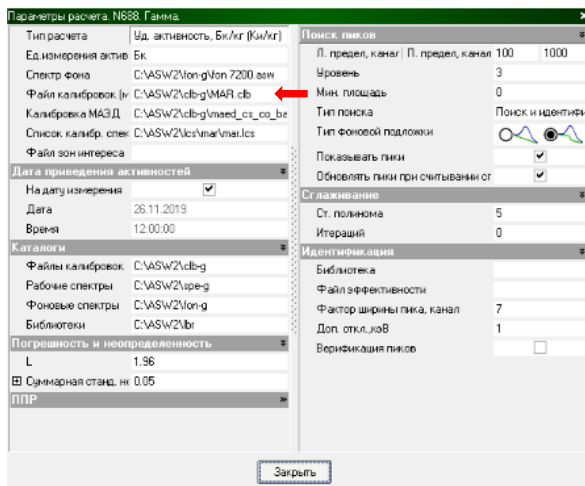

Рисунок 8. Окно «Параметры расчета».
- В выпавшем окне «Параметры расчета» указать файл калибровки используемой геометрии (рисунок 8). Нажать кнопку «Закреть».